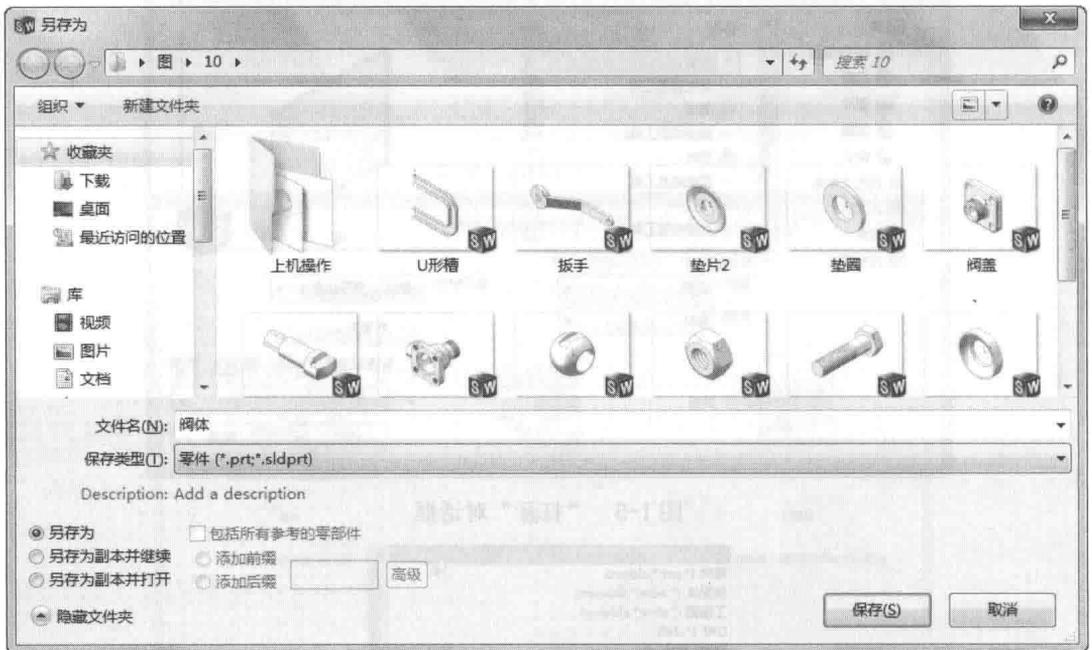

图 1-7 “另存为”对话框
(1) 执行命令。在菜单栏中选择“文件”→“保存”命令，或者单击“保存”图标按钮，执行保存文件命令。
(2) 设置保存类型。系统弹出如图 1-7 所示的“另存为”对话框。对话框中的“保存”一栏用于选择文件存放的文件夹；“文件名”一栏用于输入要保存的文件名称，“保存类型”一栏用于选择所保存文件的类型。通常情况下，在不同的工作模式下，系统会自动设置文件的保存类型。
在图 1-7 所示的“另存为”对话框中，可以在保存文件的同时保存一份备份文件。保存备份文件，需要预先设置保存的文件目录。设置备份文件保存目录的步骤如下：